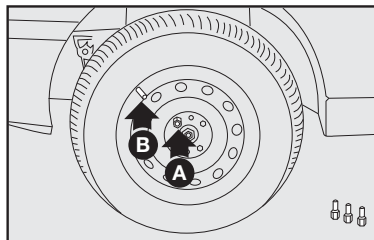

fig. 6
7) Introduzca el primer tornillo **A**-fig. 6, en el orificio más cercano a la válvula de inflado **B**.